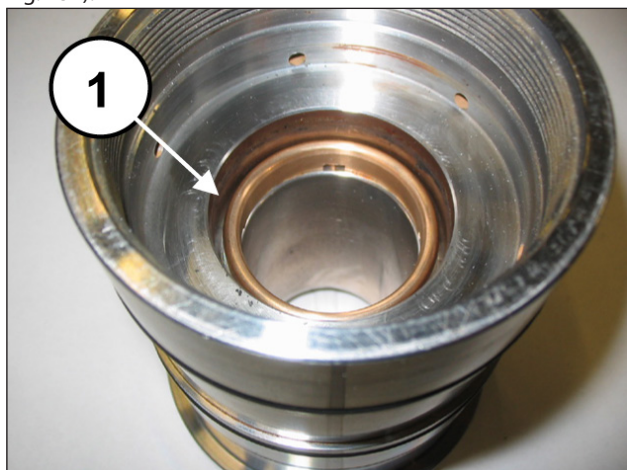

Fig. 150
Montare l'anello di testa (pos. ①, Fig. 150), la guarnizione di alta pressione (pos. ①, Fig. 151) e l'anello restop (pos. ①, Fig. 152).